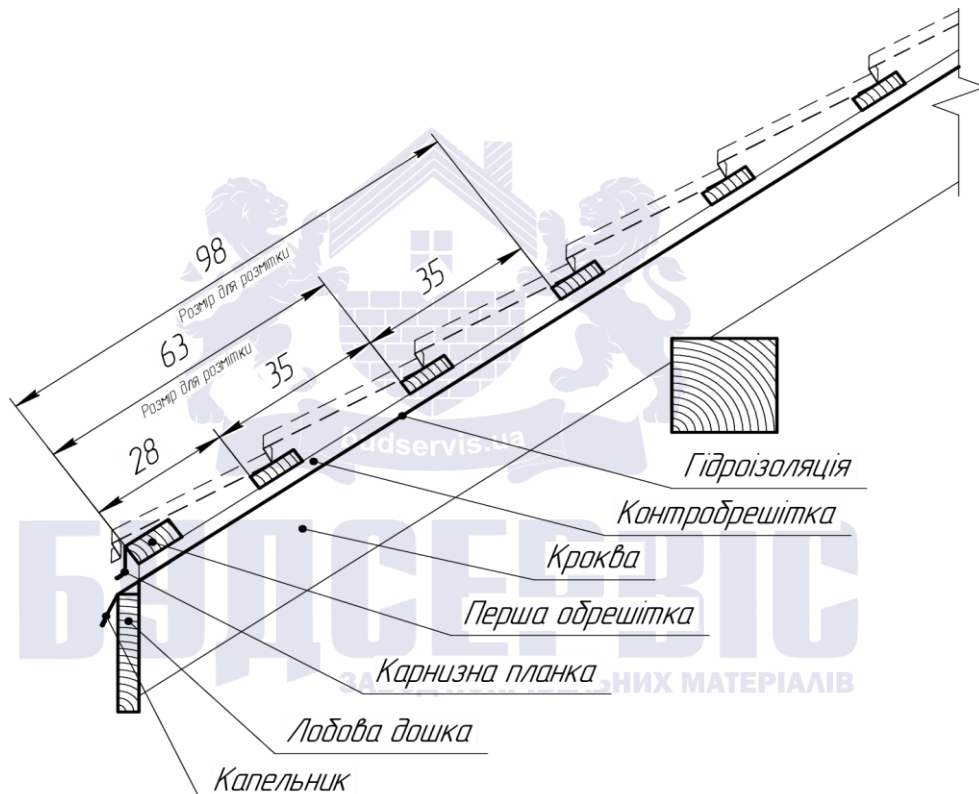

Рис.9 "Крок обрешітки"
- Після того як була виставлена перша обрешітка паралельно карнизу, робиться розмітка під наступні ряди обрешітки. Відстань від початку першого ряду до початку другого складає 25–28 см, а від початку другого до початку третього ряду 35 см (Рис. 9).
- Розмітку потрібно робити таким чином, щоб розмір до початку обрешітки починався від першого ряду (Рис. 9). Якщо не дотриматись цієї рекомендації і робити розмітку між сусідніми рядами, то буде накопичуватися похибка, спричинена відхиленнями від прямолінійності і нестабільності розмірів пиломатеріалу.